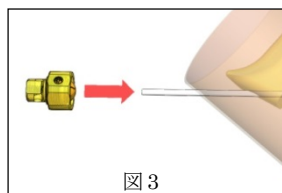

図3
- ジョイントナットとジョイントキャップを緩めた状態で創外固定ピンを奥まで差し込む(図3)。